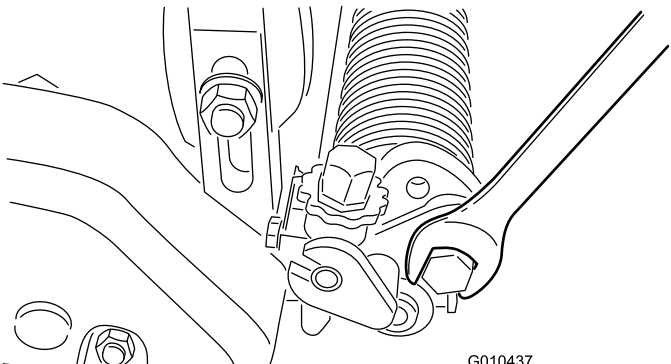

Figura 23
- Afloje los pernos de los brazos de ajuste derecho e izquierdo (Figura 23).